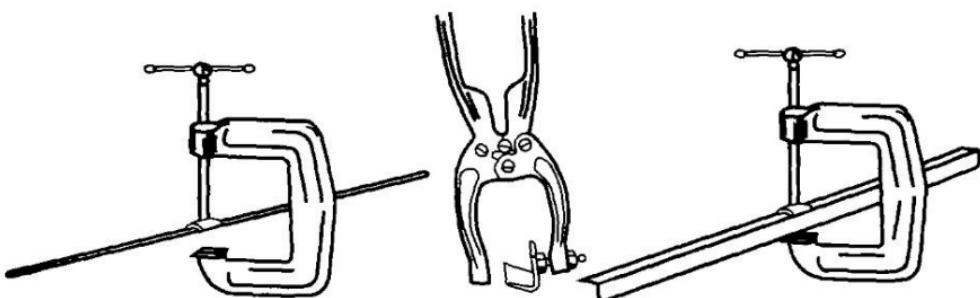

Рис. 95. Инструмент для обслуживания решетки для разрезания блока льда
36.11.2. Осторожно, чтобы не повредить, демонтируют решетку, а также другие узлы. Инструмент, необходимый при обслуживании решетки, показан на рис. 95.